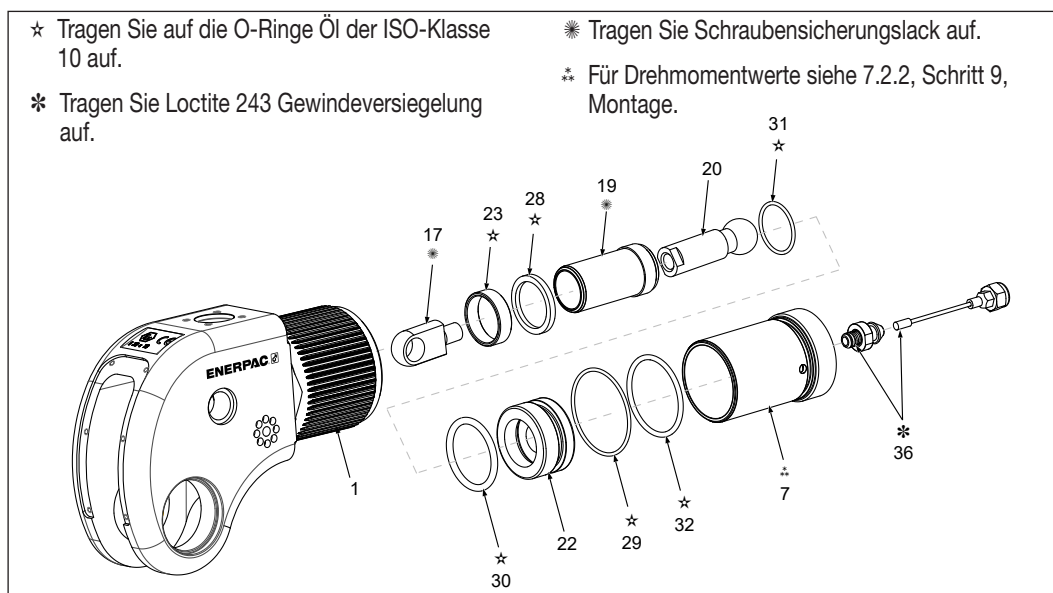

Abbildung 13: Explosionsansicht der Kolben DSX1500, DSX3000, DSX5000
7.2.2 Montage des Kolbens (Abb. 13 und 14)
- Um den Abstützarm vom Gehäuse des Drehmomentschlüssels (1) zu trennen, schrauben Sie zuerst die Verdrahtung ab und entfernen diese, indem Sie die Mutter und dann den Rest der Verdrahtung (36) abschrauben.
- Halten Sie das Gehäuse des Drehmomentschlüssels (1) gut fest. Schrauben Sie mit einem geeigneten Hakenschlüssel die Kolbenhülse (7) ab und entfernen Sie diese. Entfernen Sie anschließend die gelöste Kolbengruppe. Entfernen Sie den O-Ring (32) von der Kolbenhülse.
- Nur DSX11000/ DSX25000 - entfernen Sie zu Inspektions- und Reinigungszwecken den Gewindestift (39) und das Kugellager (38) vom Gehäuse des Drehmomentschlüssels. Bauen Sie das Ganze nach dem Auftragen von Loctite 577 wieder zusammen. Loctite muss vor der Prüfung vollständig ausgehärtet sein.
- Entfernen Sie die Dichtung vom Kolbenkopf (22), trennen Sie das Stangenende (17) von der Kolbenstange (20), trennen Sie den Kolbenkopf (22) vom Kolben (19) und entfernen Sie den internen O-Ring vom Kolbenkopf.
- Entfernen Sie die Stangendichtung (28) und die Kolbenbuchse (23), falls diese noch im Gehäuse des Drehmomentschlüssels vorhanden sein sollten.
• Zusammenbau und Montage (Abb. 13 und 14)